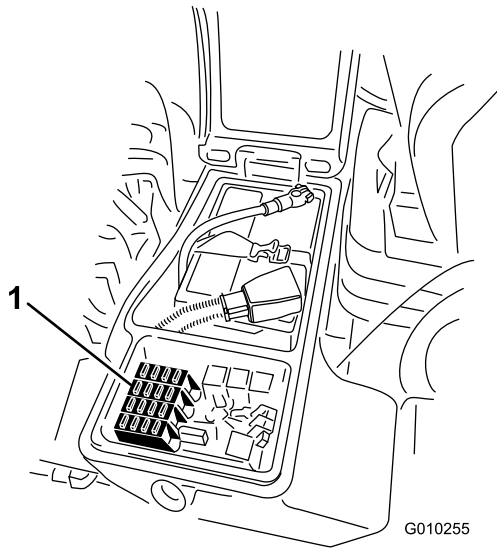

Bild 56
1. Lösen Sie den Riegel für die Abdeckung des rechten Ablagekastens und heben Sie die Abdeckung (Bild 55) hoch, um an den Sicherungsblock zu gelangen (Bild 56).
2. Wechseln Sie ggf. die offenen Sicherungen aus (Bild 56).